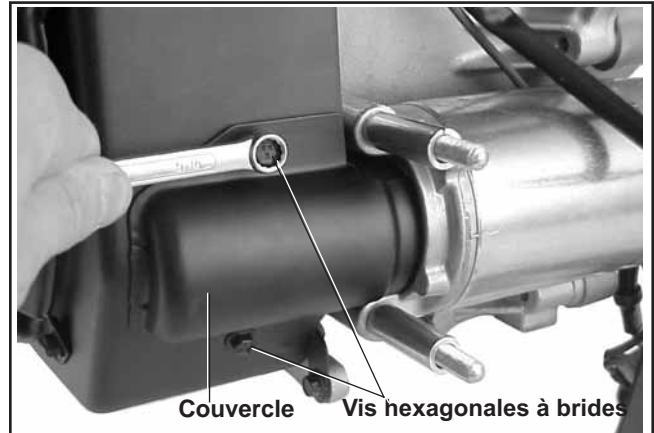

Figure 9-16. Retrait du couvercle du démarreur (pignon).
- b. Retirer les vis fixant le couvercle du démarreur (pignon) vers le carter du ventilateur. Voir la figure 9-16.